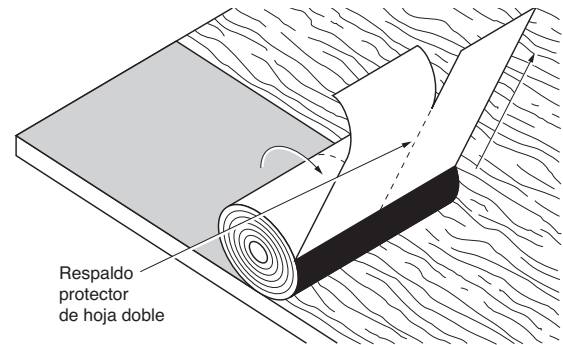

Figura 5-5: Colocación con el método “desenrollar”
7. Comenzando con la película protectora ya despegada, siga despegando ambas secciones de la película restante del rollo, tirando el rollo paralelamente a los aleros (Figura 5-5). Asegúrese de que WinterGuard quede plano y se adhiera bien.